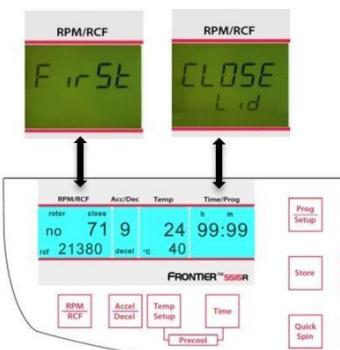
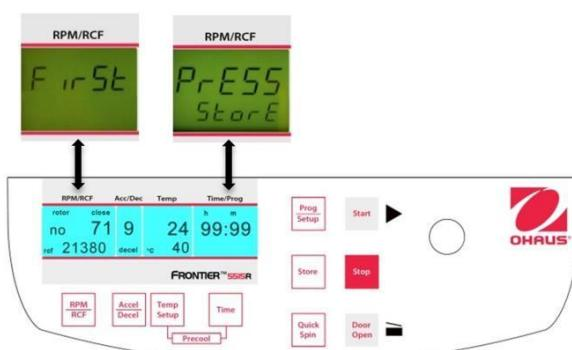

Figure. 23
Figure. 24
Fermer le couvercle de la centrifugeuse. Procéder dorénavant selon la description précédente afin de définir tous les paramètres importants de la centrifugation. Si le couvercle n'est pas fermé lors de la mémorisation du programme, les mots "FirSt" et "CLOSE Lid" (voir la figure 23) clignotent alternativement sur l'affichage "RPM/RCF" (A-1). Si la centrifugation doit être démarrée sans mémorisation du programme, les mots "First" et "PrESS StoreE" (voir la figure 24) clignotent alternativement sur l'affichage "RPM/RCF" (A-1).
Pour adapter les données, appuyer sur la touche "Store" (12) (voir les figures 23 et 24) pendant 1 seconde environ. Si le programme est correctement mémorisé, le mot "StorE" apparaît sur l'affichage "RPM/RCF" (A-1). Ceci aura pour effet de faire disparaître le mot "programm" (M10).